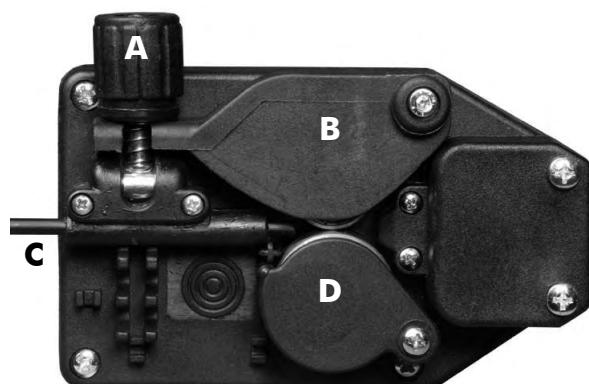

Abbildung 5
- Schrauben Sie die Mutter (1) der Haspel (Trommelbremse) ab und entfernen die Feder (2) und den Außenring (3).
- Die Spule (4) nach Entfernung der Plastikumhüllung wieder in die Haspel einlegen. Den Außenring (3), die Feder (2) und die Plastikmutter (), die das Bremssystem für die Spulengeschwindigkeit bilden, wieder an Ort und Stelle bringen. BITTE BEACHTEN: Die Mutter darf nicht zu fest angezogen werden; ist der Druck zu hoch, wird der Motor für die Bewegung des Drahtes überbeansprucht. Ist er zu schwach, hält die Spule bei Beendigung der Schweißarbeiten nicht sofort an.
- Plastikdrehgriff lockern (A) und senken und die Drahthebel anheben (B) (Abb.5). Etwaige Drahtrückstände aus der Drahthülle entfernen.
- Draht aus der Spule lassen und mit einer Zange so festhalten, der er sich nicht abwickeln kann. Das Ende vor dem Einführen in die Führung (C) ggf. gerade biegen. Draht so einführen, dass er über den unteren Rollen (D) verläuft und die Drahthülle eintritt.